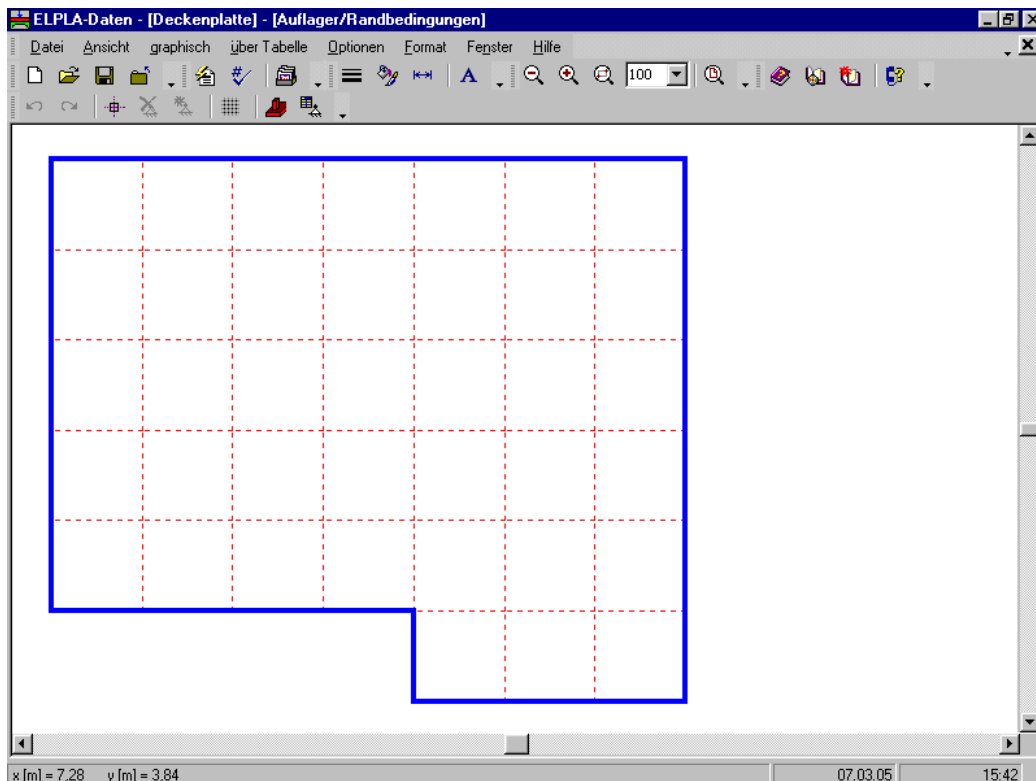
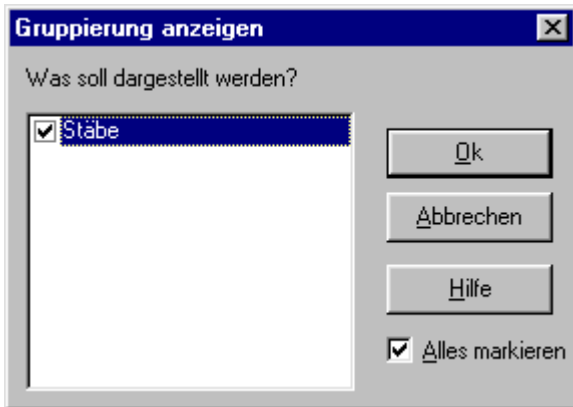

Bild 2-21 Eingebettetes Programm "Auflager/ Randbedingungen"
Bild 2-22 Kontrollfeld "Gruppierung anzeigen"
- Wählen Sie den Befehl "Daten der Auflager/ Randbedingungen" aus dem "Daten"-Menü des *ELPLA-Daten*-Fensters. Das folgende eingebettete Programm im Bild 2-21 erscheint
- Wählen Sie "Gruppierung anzeigen" aus dem Menü "Optionen" im Bild 2-21. Das folgende Kontrollfeld im Bild 2-22 erscheint